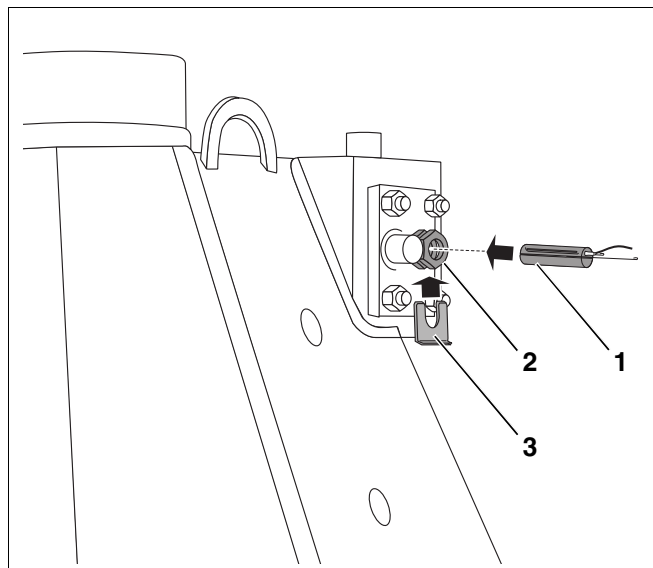
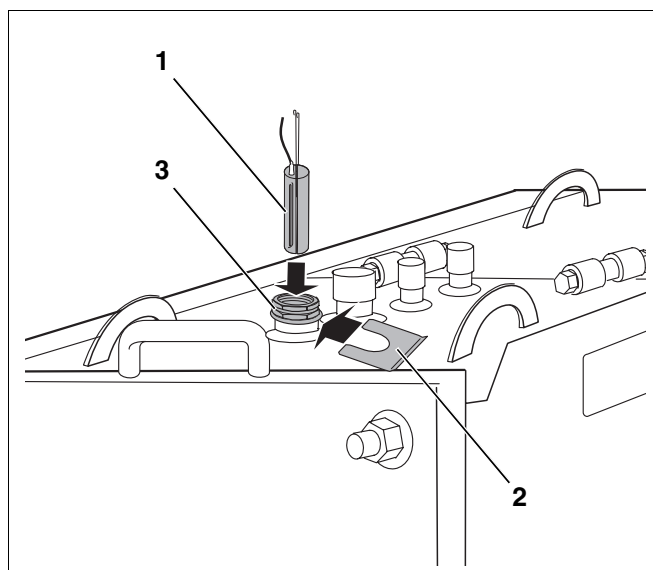

Abb. 9 Position des Fühlers FK am KA306
Abb. 10 Position des WTK-Fühlers FK
- Den KA306 bzw. WTK-Fühler FK (FKY 60, ca. 20 mm lang, 9 mm mit 2 m schwarzer Silikonleitung (Abb. 9, **Pos. 1** und Abb. 10, **Pos. 1**) in die bereits eingedichtete Tauchhülse im KA306 + WTK (Abb. 9, **Pos. 2** und Abb. 10, **Pos. 3**) einschieben.
- Den Fühler mit der Fühlersicherung (Abb. 9, **Pos. 3** und Abb. 10, **Pos. 2**) fixieren.